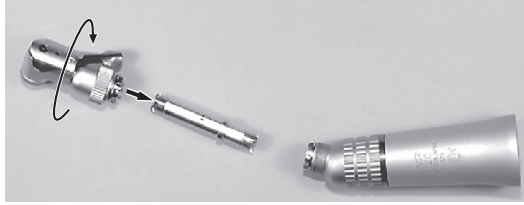

Fig. 3
- ① Birleşik somunu sökün ve kafayı gövdeden ayırın.
- ② Dişli setini kafadan çıkartın.(Fig.3)